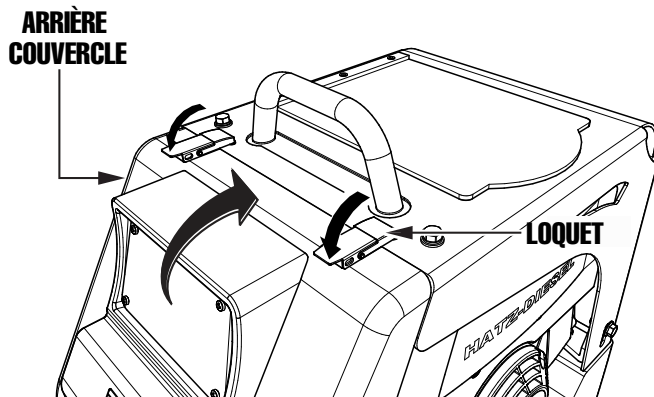

Figure 35. Fermer le couvercle arrière
4. Fermer le couvercle arrière et le fixer avec les deux loquets (Figure 35).